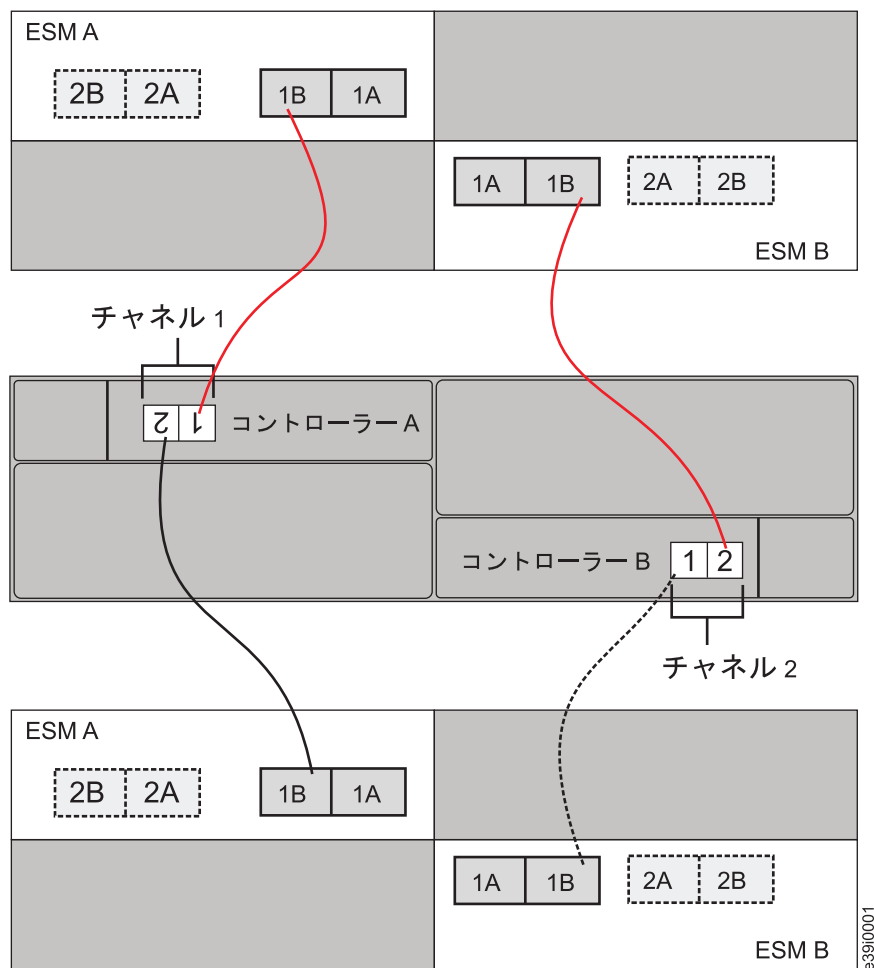

図 25. EXP520 へのラウンドロビン・ケーブル接続
- ストレージ拡張エンクロージャーを DS5000 ドライブ・ポートに追加する場合は、ラウンドロビン方式で行うことを推奨します。例えば、DS5020 にケーブル接続する EXP520 が 2 台ある場合、両方の EXP520 をドライブ・チャンネルの 1 つのドライブ・ポートに接続しないで、エンクロージャーをすべてのドライブ・ポートに分散させます。その結果、ドライブ・チャンネルのドライブ・ポートあたり 1 台のエンクロージャーになります。図に関しては、47 ページの図 25 を参照してください。